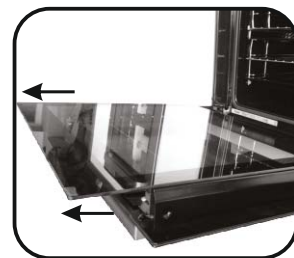

Figure 5
- Снимите стекло, осторожно потянув его из рамки дверцы, как указано на рисунке 5 (Figure 5).